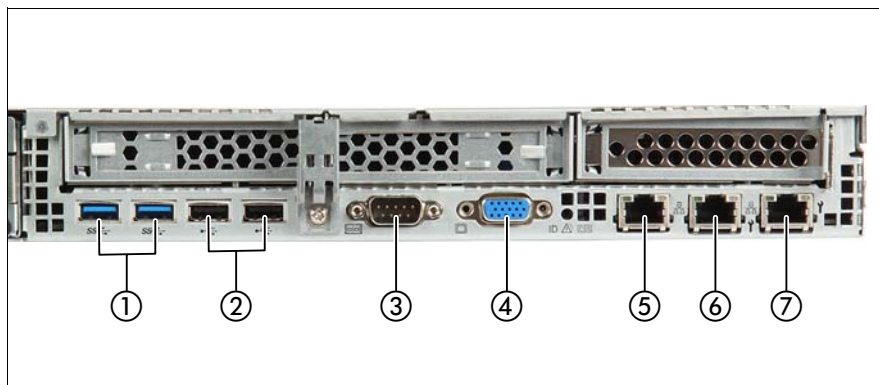

図 3: 背面のコネクタ
- ▶ モニタのデータケーブルをサーバのビデオコネクタに接続します (52 ページ の図 3 のアイテム 5)。